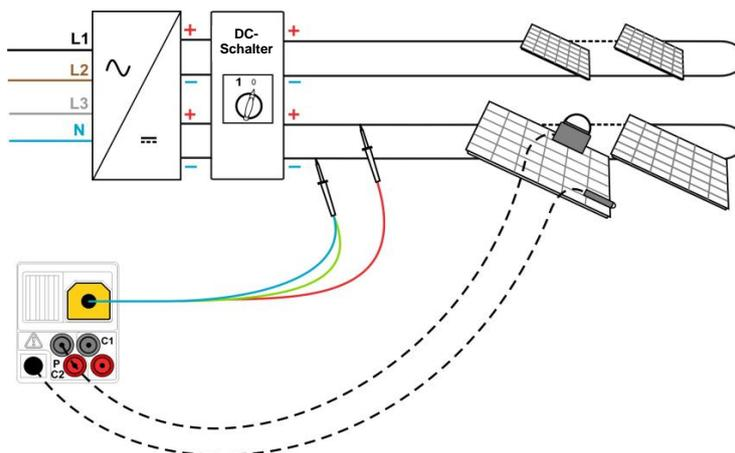
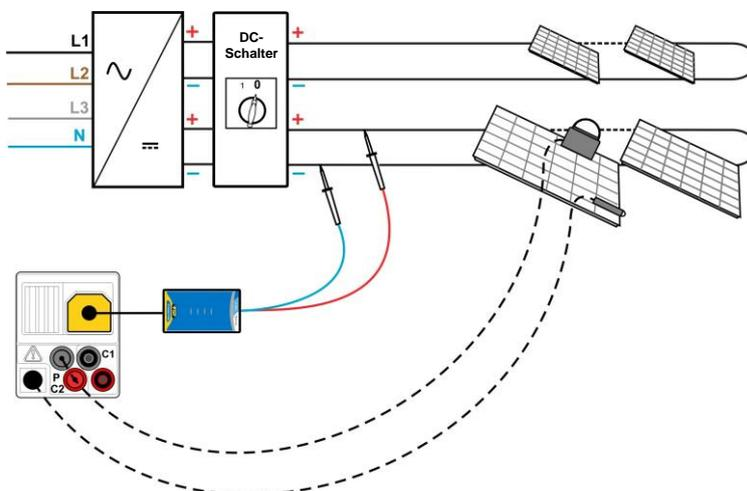

Abbildung 5.29: Anschluss an die Universal-PV-Prüfleitung
Abbildung 5.30: Anschluss an die PV-Sicherheitssonde
- **Schließen Sie** die Universal-PV-Prüfleitung/PV-Sicherheitssonde sowie Sensoren (optional) an das Messgerät (siehe Abbildung 5.29 und Abbildung 5.30) an.
- **Schließen Sie** die Zubehörteile an den Prüfling an (siehe Abbildung 5.29 und Abbildung 5.30).